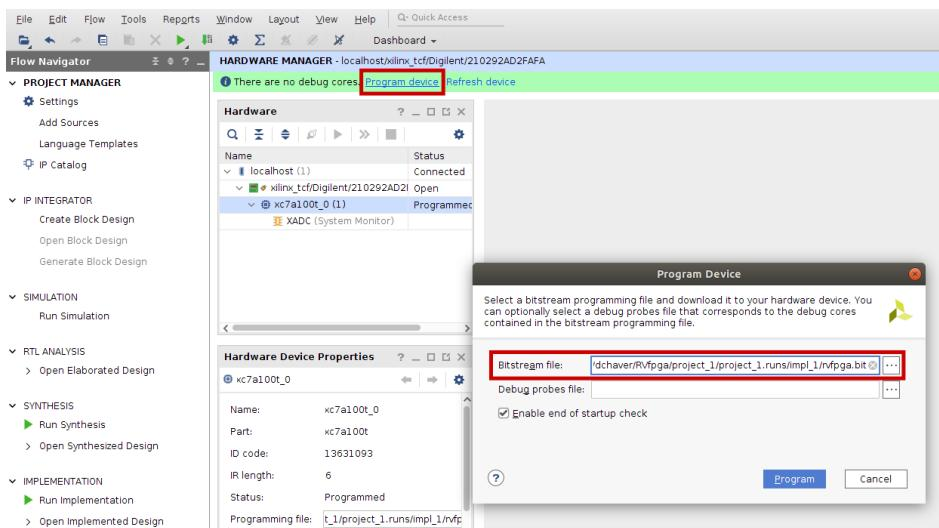

图113. 编程设备
- 选择“Program device”（编程设备），如图113所示。现在，需要将RVfpgaNexys加载到FPGA上。在新窗口中，从[RVfpgaPath]/RVfpga/src/rvfpganexys.bit中选择“Bitstream file”（比特流文件）。单击“Program”（编程）。